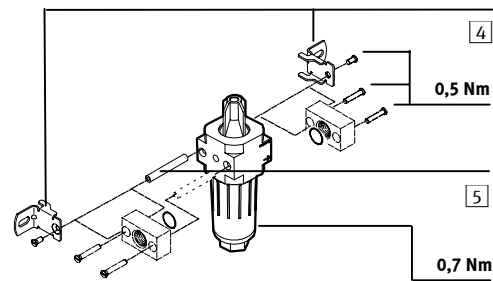

Fig. 2
- Use la escuadra de soporte tipo HFOE-...-MICRO y los bulones distanciadores y la cerradura atornilla para la fijación [4] y [5] en Fig. 2).
- Pour le fixer, utiliser une équerre de maintien de type HFOE-...-MICRO et le boulon fileté fourni et l'attache visse [4] et [5] sur la Fig. 2).